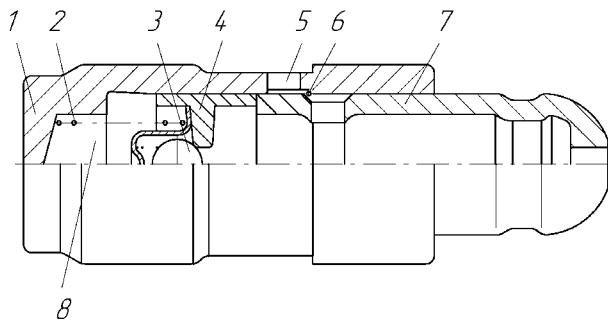

Рисунок 15 – Гидроопора:
**Гидроопора** (Рисунок 15) стальная, ее корпус 1 выполнен в виде цилиндрического стакана, внутри которого размещен поршень 4, с обратным шариковым клапаном 3 и плунжер 7, который удерживается в корпусе стопорным кольцом 6.